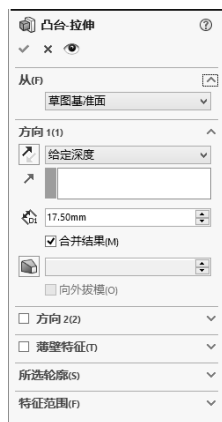
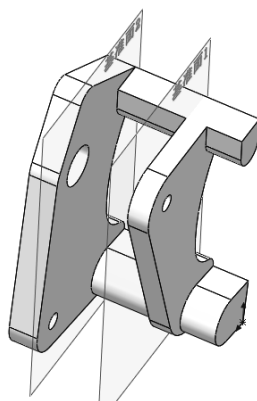

图 1-46 “凸台-拉伸”属性管理器 3
图 1-47 拉伸实体 3
**09** 拉伸实体 3。选择菜单栏中的“插入”→“凸台/基体”→“拉伸”命令，或者单击“特征”控制面板中的“拉伸凸台/基体”按钮，此时系统弹出图 1-46 所示的“凸台-拉伸”属性管理器。设置拉伸终止条件为“给定深度”，输入拉伸距离为 17.50mm，然后单击“确定”按钮，结果如图 1-47 所示。